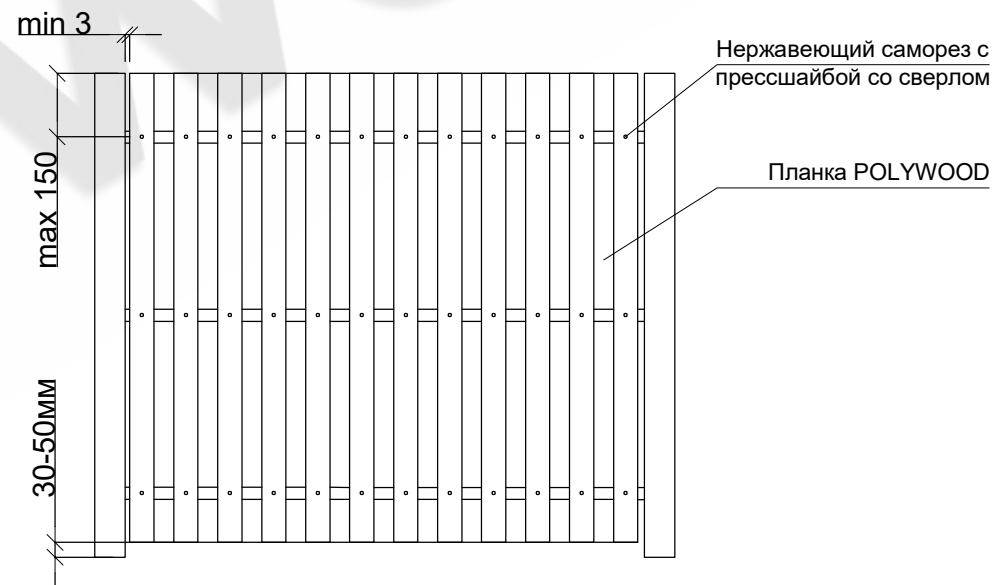

Рис. 10 Крепления заборной доски
- Для крепления досок используется только оцинкованные саморезы с прессшайбой со сверлом по металлу. Крепление осуществляется через заранее подготовленные отверстия в доске диаметром в два раза больше диаметра самореза. (Рис.10)
- При укладке зазор между досками минимум выставляется в соответствии с дизайнпроектом, расстояние между крайними досками и опорным столбом должно быть минимум 3мм. (Рис.10)
- Требуется оставлять зазор между низом забора и землей 30-50мм. (Рис.10)